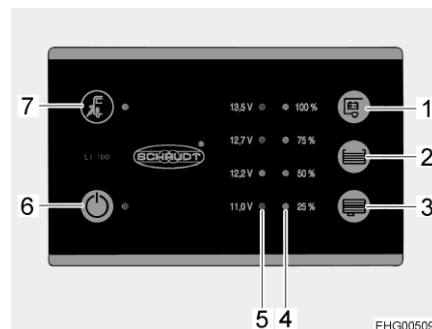

Bild 65 Panel (LT 100)
Die gelbe LED beim Symbol Netzanschluss "⚡" (Bild 65,7) leuchtet, wenn das Fahrzeug an eine externe Netzversorgung angeschlossen ist. Die LED leuchtet dann auch bei ausgeschaltetem Panel.
Der 12-V-Hauptschalter (Bild 65,6) schaltet das Panel und die 12-V-Versorgung des Wohnraums ein und aus.
*Einschalten:* ■ Schalter "⏻" (Bild 65,6) drücken: Die 12-V-Versorgung des Wohnraums ist eingeschaltet. Die LED leuchtet grün.
*Ausschalten:* ■ Schalter "⏻" (Bild 65,6) erneut drücken: Die 12-V-Versorgung des Wohnraums ist ausgeschaltet. Die LED erlischt.
Die LED-Skala (Bild 65,5) zeigt die Batteriespannung der Wohnraumbatterie wie folgt an:
*Batteriespannung anzeigen:* ■ Taste "⏻" (Bild 65,1) drücken: Die Batteriespannung der Wohnraumbatterie wird angezeigt.
Die LED-Skala (Bild 65,4) zeigt den Füllstand des Frischwassertanks oder des Abwassertanks an.
Taste "☰" (Bild 65,2) drücken: Der Füllstand des Frischwassertanks wird durch leuchtende LEDs angezeigt.
Taste "☷" (Bild 65,3) drücken: Der Füllstand des Abwassertanks wird durch leuchtende LEDs angezeigt.